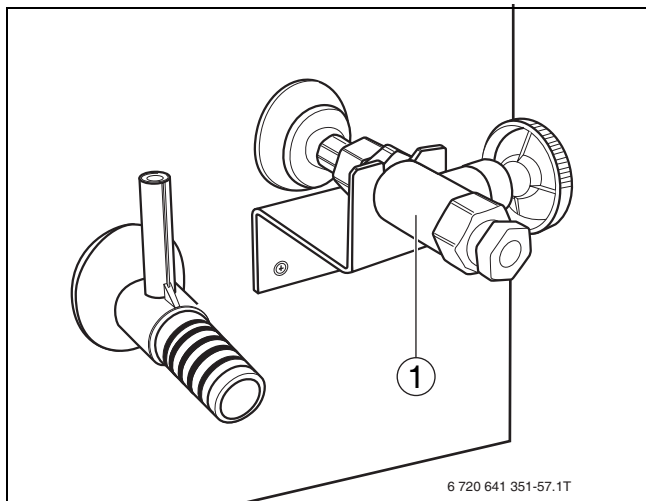

Bild 35 Öl-Absperrventil
- Ölschlauch mit der Dichtung am Öl-Absperrventil (→ Bild 35, [1]) montieren.
Außerhalb der Kesselverkleidung muss in der Ölzufuhr das Öl-Absperrventil (im Lieferumfang) installiert werden (→ Bild 35).